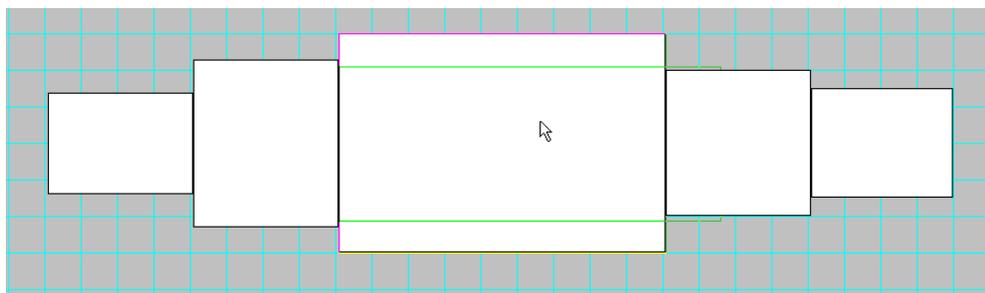

Рисунок 2.5
**Задание 1.** Создайте 5 цилиндрических секций по образцу (рисунок 2.5).